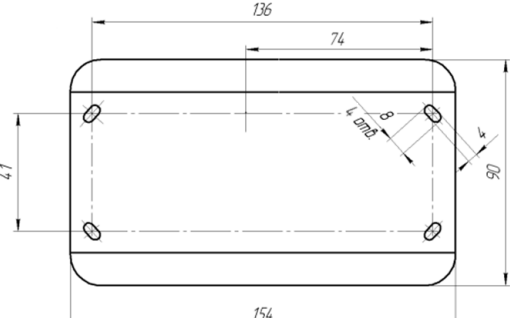

Рисунок 2.1 – Розмітка отворів на основі корпусу оповіщувача
Оповіщувач випускають в пластмасовому корпусі. Конструкція оповіщувачів передбачає їх настінне розміщення. На основі корпусу є п'ять отворів для кріплення оповіщувача шурупами (Рис. 2.1).
3.1 Перелік клем та їх функцій наведений в табл. 3.1. Їх розташування показано на Рис. 2.1.